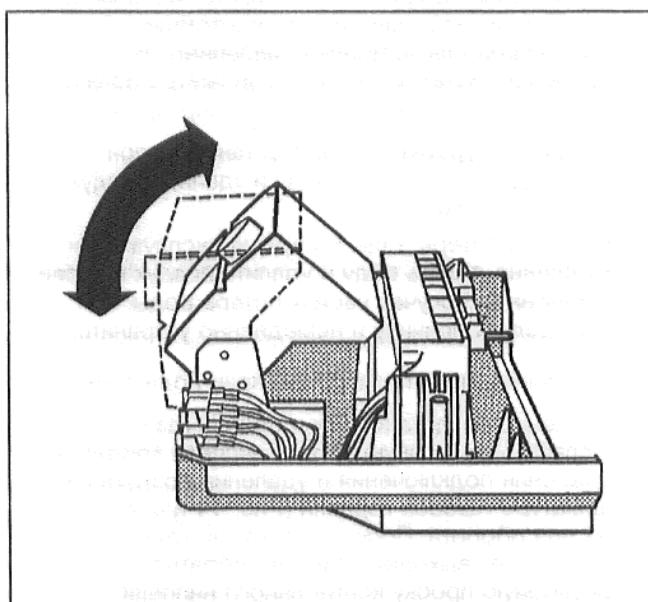

Рис. 12: Блок индикации системы регулирования 2000
- Повернуть блок индикации в желаемое положение. При работе в комбинации с расположенным ниже бойлером рекомендуется установить блок индикации прямо (Рис. 12).